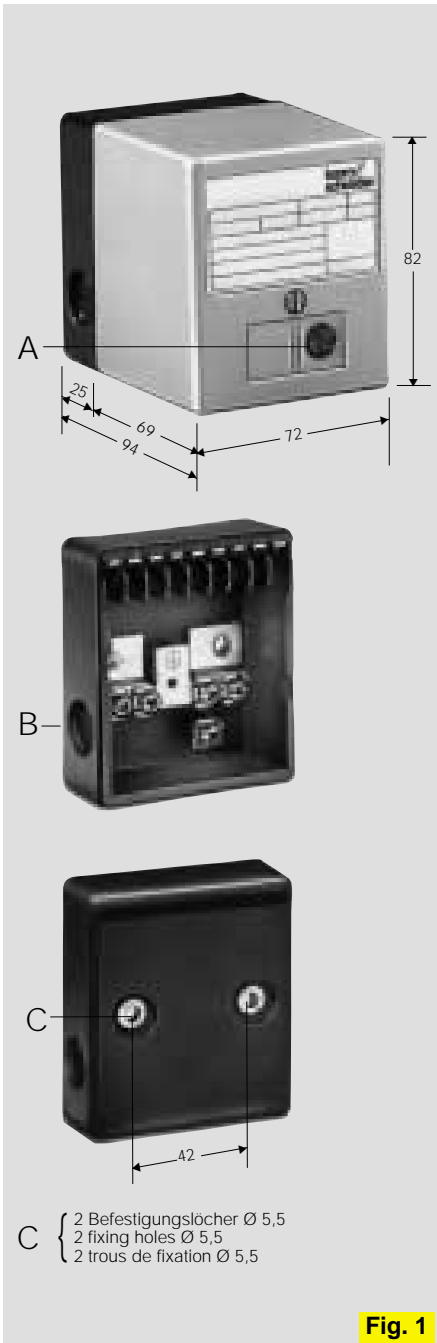

Fig. 1
Ausführung: (Fig. 1) Gehäuse aus schlagfestem Kunststoff. Oberteil steckbar mit Flammenverstärker und grüner Lampe (A) für Flammenmeldung. Stecksockel mit Anschlußklemmen, Erd- und N-Schiene 5 Durchbrüche für Pg 9-Verschraubung (B) vorbereitet.